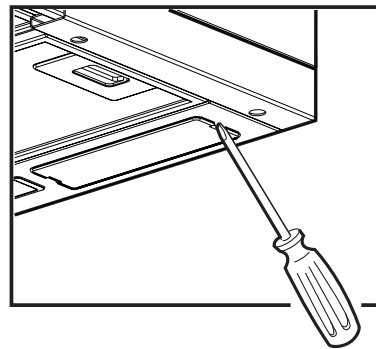

Fig. 2
3. Sujete la campana con dos tornillos a la parte frontal (**Fig. 2** - una por cada lado).
2. Para extraer el plafón, haga palanca con un destornillador de punta plana u otra herramienta similar (**Fig. 2**).